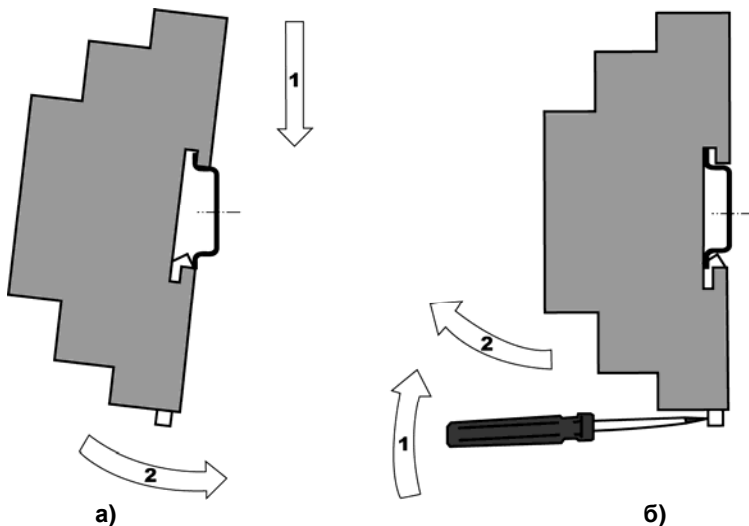

Рисунок 6.1 – Монтаж контроллера с креплением на DIN-рейку
4. Для съема контроллера с DIN-рейки в проушину защелки вставляется острое отвертки (см. рисунок 6.1 б)), и защелка отжимается по стрелке 1, после чего контроллер отводится от DIN-рейки по стрелке 2. При съеме ПЛК63 две защелки отжимаются одновременно.